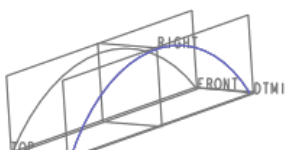
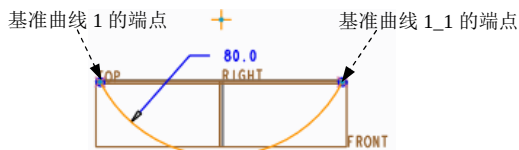

图 4.6.7 创建基准曲线 3
图 4.6.8 截面草图
Step5. 创建图 4.6.7 所示的基准曲线 3。单击“草绘”按钮；选取 DTM1 基准平面为草绘平面，RIGHT 基准平面为草绘平面的参考，方向为左；单击草绘按钮，绘制图 4.6.8 所示的截面草图。